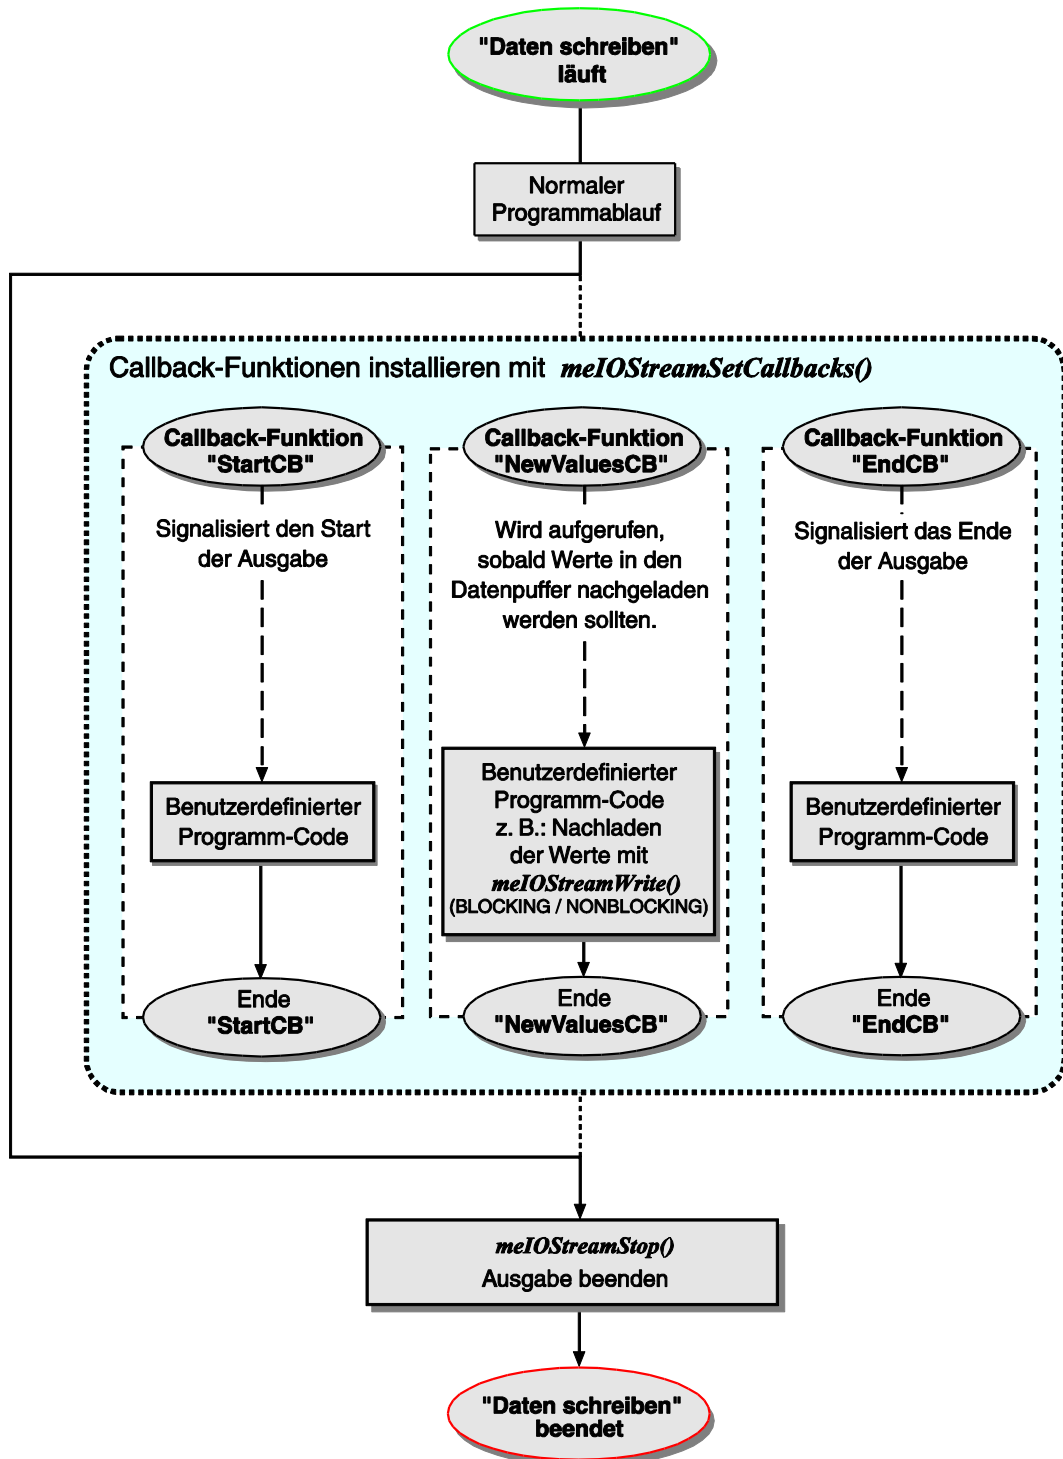

Abbildung 28: Daten schreiben mit Callback-Funktion
- b. Die Ausgabe erfolgt im Hintergrund im Rahmen einer benutzerdefinierten Callback-Funktion. Bei Bedarf können Sie mit der Funktion `meIOStreamSetCallbacks()` drei verschiedene Callback-Funktionen installieren, die beim Start, während oder nach der Ausgabe aufgerufen werden. Siehe Abbildung 28 auf Seite 72.